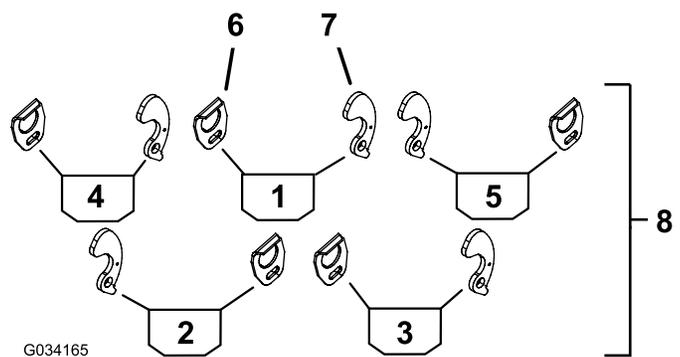
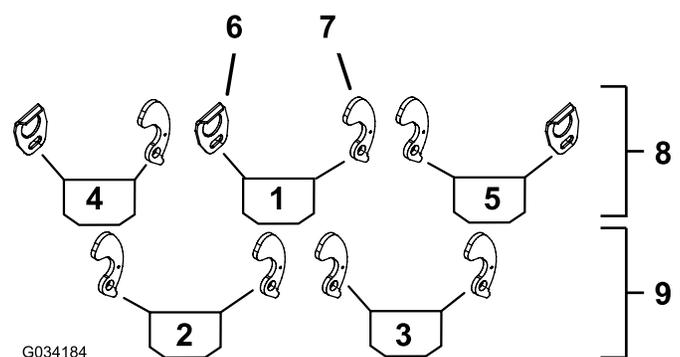
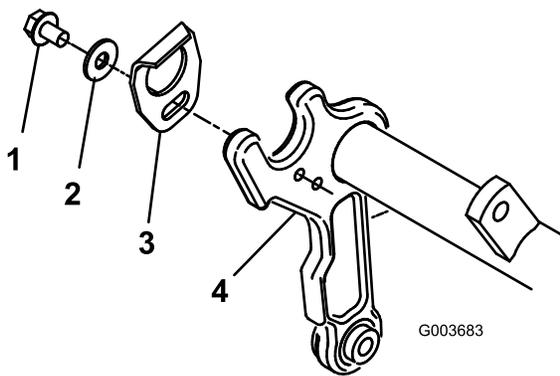

Figura 3
Figura 4
Figura 5
2. Utilizzate Figura 3 o Figura 4 per determinare le posizioni in cui le guide (rosse) o le staffe (nere) del cesto devono essere montate sui telai portanti.
Nota: Figura 3 si applica a Reelmaster Serie 5210/5410/5510/5610. Figura 4 si applica a Reelmaster Serie 3550 e Serie 5010-H.
3. Fissate una guida del cesto al lato opportuno di ogni telaio portante (Figura 3) con un bullone (5/16" x 1/2") e una rondella piana (3/8" x 7/8"). Collocate i componenti come illustrato nella Figura 5.